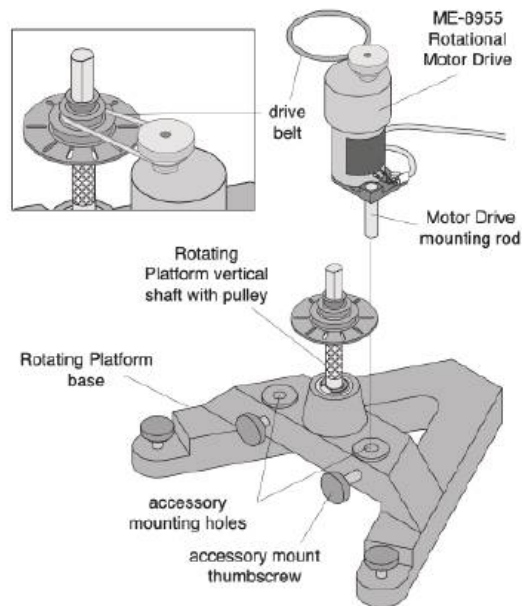

Figura 35: Conjunto de accionamiento de motor rotativo.
- Insertar la varilla de montaje del motor en uno de los orificios de montaje accesorios en la base de la plataforma giratoria, tal como se muestra en la Figura 35